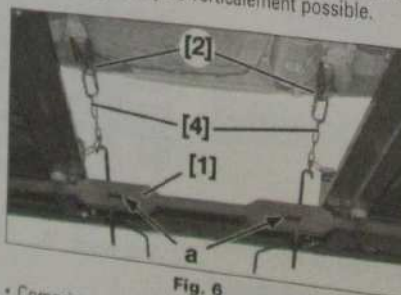

Fig. 6
- Engager les élingues [4] dans les manilles [2] (Fig.6).